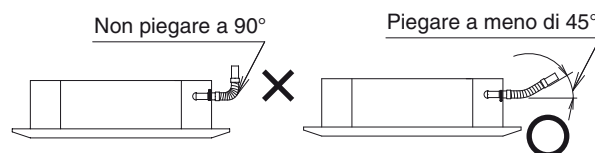

Fig. 3-9
(3) Limitazioni del collegamento del tubo flessibile di scarico
- Non piegare il tubo flessibile di scarico in dotazione a 90° o più. Si suggerisce di piegarlo a meno di 45°. (Fig. 3-9)